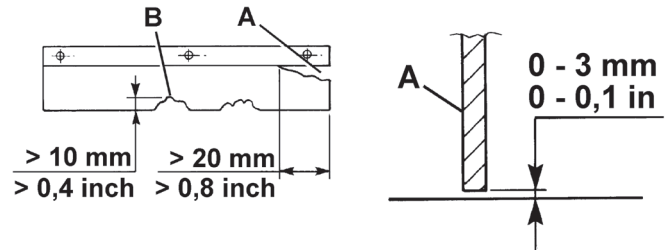

Abbildung 13
4. Die Knöpfe (23) und (21) ausschrauben und die rechte (22) und linke Klappen (20) entfernen.
5. Seitliche Schmutzfangklappen (13 und 14) auf Schäden überprüfen. Die Schmutzfangklappen im Falle von Schnitten (A, Abb. 13) von mehr als 20 mm oder Durchbrüchen (B) von mehr als 10 mm ersetzen (zum Austausch der Schmutzfangklappen siehe die Service-Anleitung).
9. Vordere (15) und hintere (16) Schmutzfangklappe auf Schäden überprüfen. Die Schmutzfangklappen im Falle von Schnitten (A, Abb. 13) von mehr als 20 mm oder Durchbrüchen (B) von mehr als 10 mm ersetzen (zum Austausch der Schmutzfangklappen siehe die Service-Anleitung).